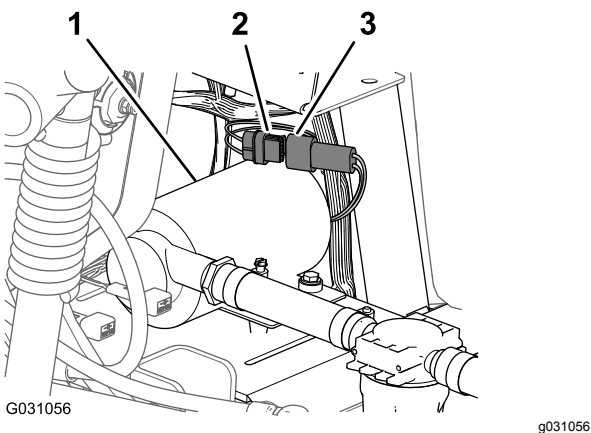

Figura 186
1. Conecte el conector de 6 pines del arnés de cables de la bomba de enjuague al conector hembra de 6 vías del arnés principal trasero (Figura 186).